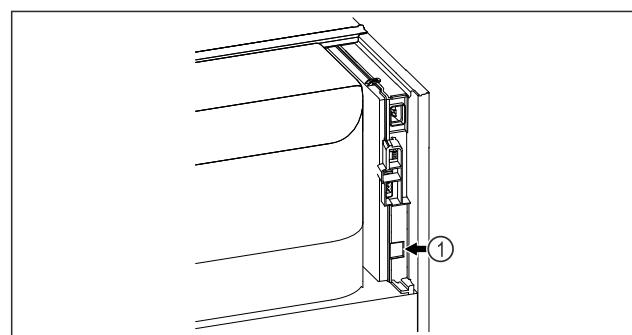

Fig. 184
- SmartModule Fig. 184 (1) ist eingesetzt.